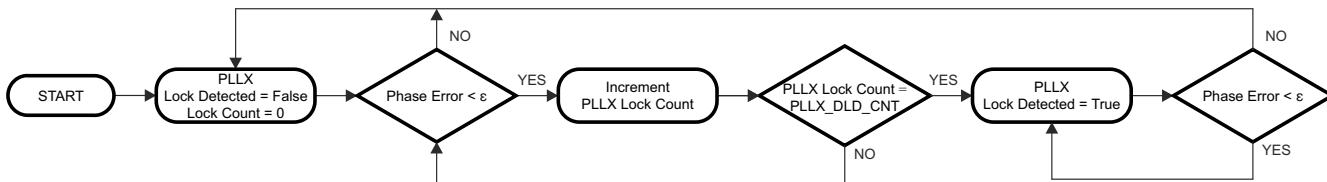

图 8-8. 数字锁定检测流程图
PLL1 和 PLL2 都支持数字锁定检测。数字锁定检测功能会比较 PLL 的参考路径 (R) 与反馈路径 (N) 之间的相位。当两个信号之间的时间误差 (即相位误差) 小于指定窗口大小 (ϵ) 时 , 锁定检测计数将递增。当锁定检测计数达到用户指定的值 PLL1_DLD_CNT 或 PLL2_DLD_CNT 时 , 锁定检测将置位为 true。一旦数字锁定检测为 true , 指定窗口外的单相比较将导致数字锁定检测被置位为 false。如图 8-8 所示。